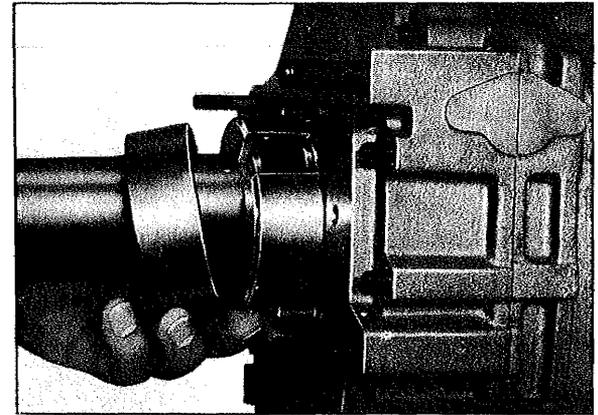

Fig. 9
- 6.3 Dégager le jonc d'arrêt (206) de la rainure du roulement à billes et extraire le roulement à billes (207) à l'aide de l'extracteur „4" et „5" (fig. 9).